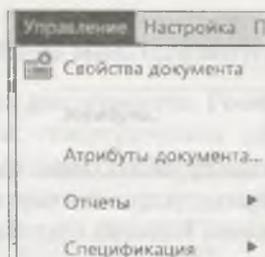

Рис. 3.10. Выпадающее меню пункта Управление
- ◆ **Управление** — содержит команды для создания атрибутов, отчетов и спецификаций (рис. 3.10);